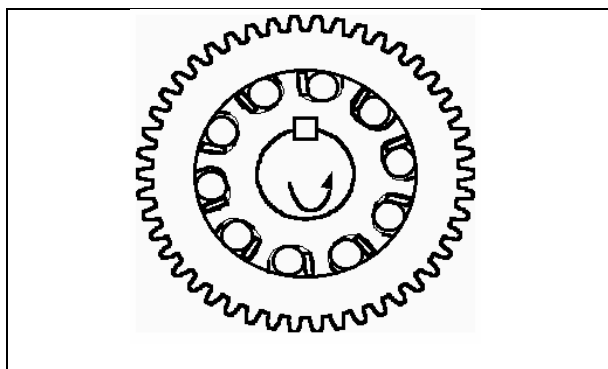

Figura 5.2.2
- Asegúrese de colocar el manguito de transmisión (18) en su posición correcta, y lubrique todos los pasadores (17) a la hora de montarlos (Ver Figura 5.2.2).